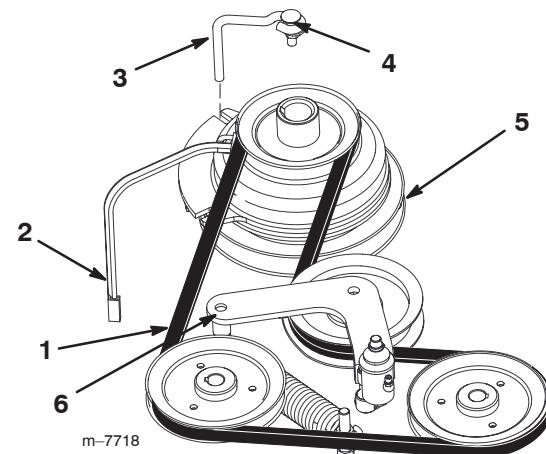

Figure 59
- Retirez le boulon de la butée de l'embrayage et débranchez le fil de l'embrayage électrique (Fig. 59).
- Déposez la courroie de transmission des poulies du moteur et de la pompe hydraulique (Fig. 59).
- Installez la courroie neuve sur les poulies du moteur et de la pompe hydraulique (Fig. 59).
7. Relâchez le bras de renvoi (Fig. 59).